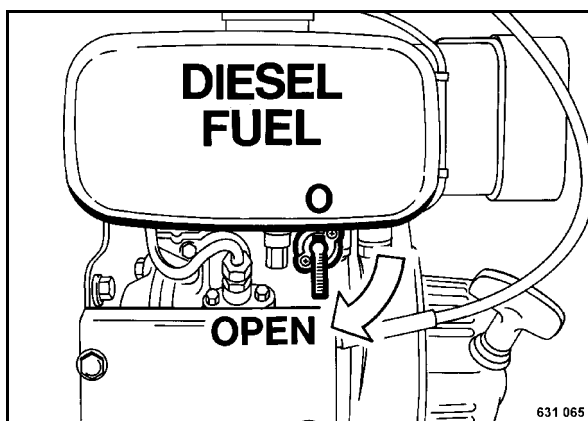

рис. 14
- Открыть топливный кран (рис. 14).